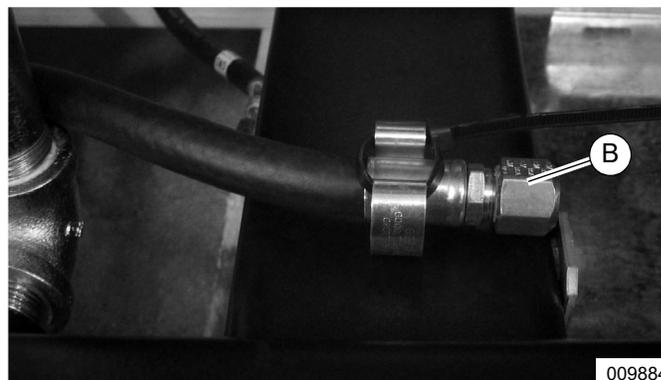

Figure 5-9. Étrier de maintien du tuyau de vidange d'huile
1. Voir la **Figure 5-9**. Retirez le tuyau de vidange d'huile de l'étrier de maintien (B).